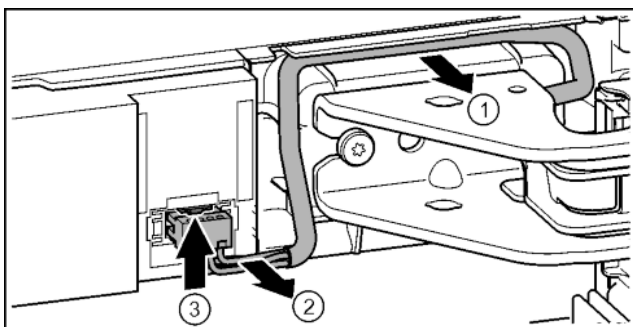

Fig. 21
- ▶ Kabel nad stojanem ložiska opatrně uvolněte z vedení. Fig. 21 (1)
- ▶ Kabelové prameny opatrně táhněte z kanálu. Fig. 21 (2)
- ▶ Tlačte lamelu nahoru a opatrně vytáhněte zástrčku. Fig. 21 (3)